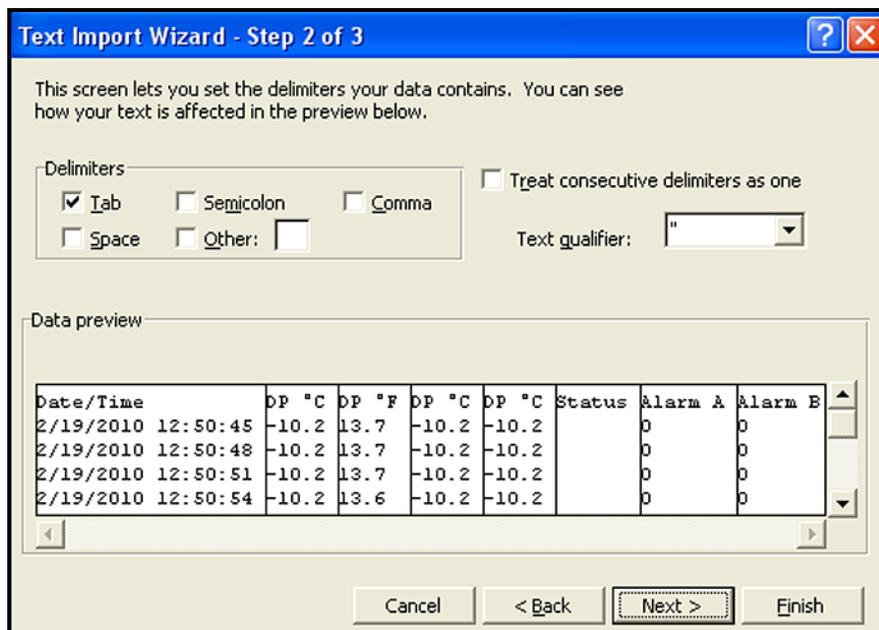

Рисунок 60: Мастер импорта Microsoft Excel - Шаг 2
2. Следуйте указаниям на экране, выполните необходимые изменения, а затем щелкните по **Next**. Откроется окно, подобное тому, что изображено *Рисунок 60* ниже.